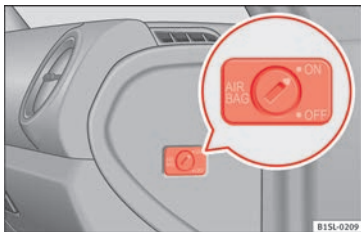

Abb. 75 Auf der Beifahrerseite: Schlüsselschalter zum Ab- und Einschalten des Beifahrer-Frontairbags.
- Drehen Sie den Schlüsselschalter mit dem Fahrzeugschlüssel in die Position **ON** »» **Abb. 75**.